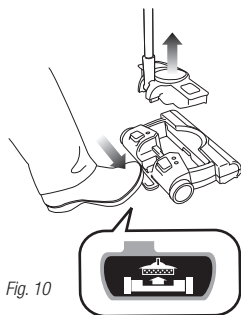

Fig. 10
- 1 Presione el pedal de liberación del recipiente para la tierra en la base de la barredora de pisos y alfombras para remover el recipiente para la tierra de vaciado fácil (No-Touch). (fig. 10)
- 1 Presione la palanca para destrabar el recipiente de la tierra con su pie y remuévalo de la base de la barredora de pisos y alfombras. (fig. 10)
- 1 Presione la palanca para destrabar el recipiente de la tierra con su pie y remuévalo de la base de la barredora de pisos y alfombras. (fig. 10 on page 28)